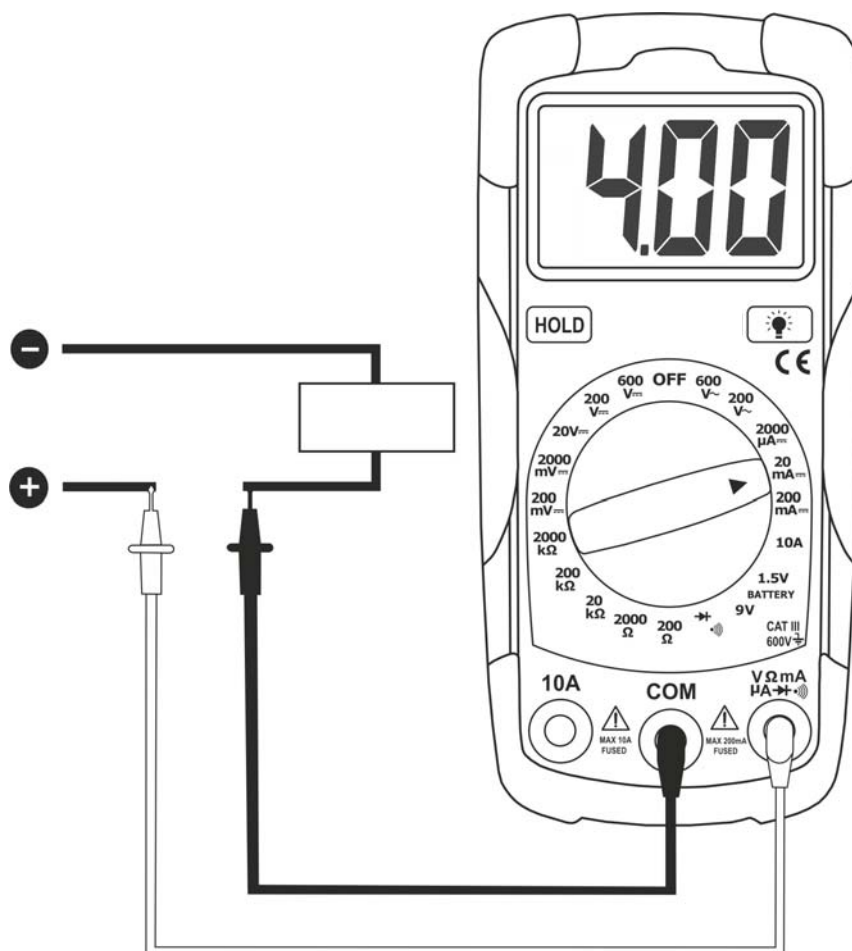

Fig. 4: Uso del Instrumento en medidas de Corriente CC
4. Inserte las dos puntas de prueba en serie al circuito, respetando la polaridad (ver Fig. 4)
7. La visualización del símbolo "-" indica que la corriente medida está invertida respecto a las puntas de prueba como indica las Fig. 4